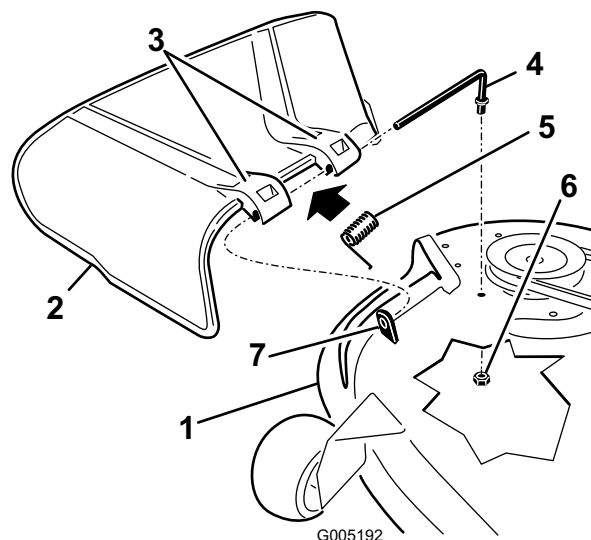

Figure 45
1. Repérez les éléments illustrés dans la Figure 45.
2. Retirez l'écrou (3/8 pouce) de la tige, sous le plateau de coupe (Figure 45).
3. Sortez la tige de la courte cheville de positionnement, du ressort et du déflecteur d'herbe (Figure 45). Enlevez le déflecteur s'il est endommagé ou usé.
4. Remettez en place le déflecteur d'herbe (Figure 45).
6. Placez le ressort sur la tige, les fils d'extrémité dirigés vers le bas, entre les supports du déflecteur d'herbe. Insérez la tige dans le deuxième support du déflecteur d'herbe (Figure 45).
7. Insérez la tige à l'avant du déflecteur dans la courte cheville de positionnement sur le plateau. Fixez l'extrémité arrière de la tige dans le plateau de coupe à l'aide d'un écrou (3/8 pouce) (Figure 45).